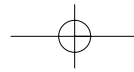

FIG. 11
(Fig. 11, 12, 13, 14, 15 et 16)
1. La tête pivotante comporte deux positions, à 180° l'une de l'autre. Faire tourner le manchon pour s'assurer qu'il est bien enclenché, avec le positionneur dans l'emplacement supérieur. S'assurer que le sélecteur du dessus de l'outil se trouve à la position "S" (affûtage) (fig. 11).